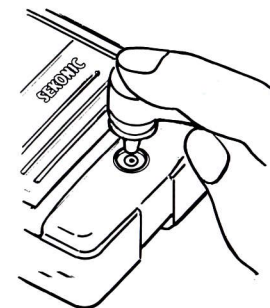

図35
3. 測光スイッチ⑤を押すとストロボが発光し、そのときの明るさがF値で表示されます。(図35)